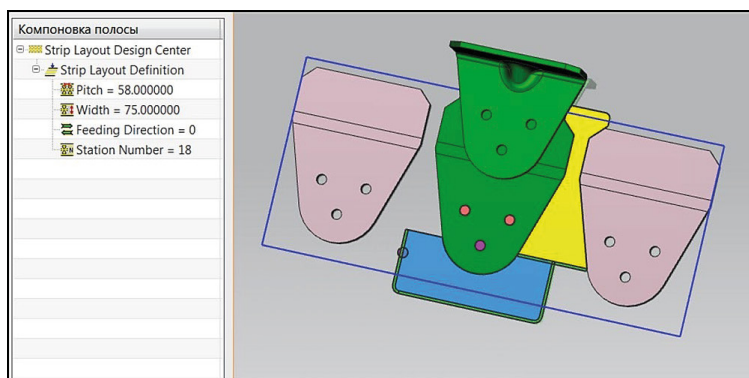

Рис. 6.11. Активизация функционала «Компоновка полосы»
3. Активируйте функционал **Компоновка полосы**  (рис. 6.11).